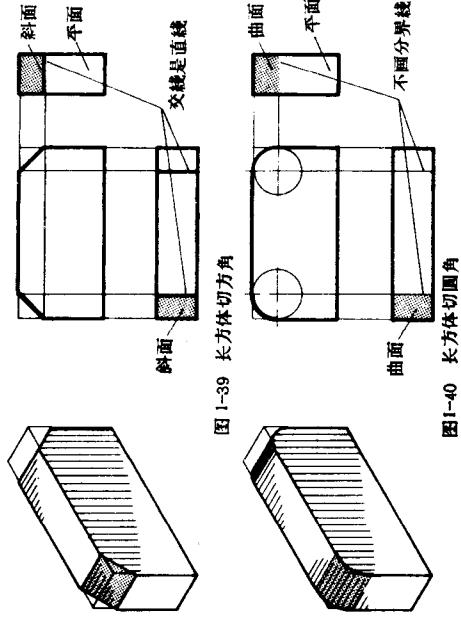

图 1-39 长方体切方角
1) 长方体切方角和圆角：图 1-39 所画的不完整的立体好像是用刀切去长方体上两个角而成的，被切的部分叫做切口。平切口的投影和平面的投影一样，在与切口垂直的投影面上，切口投影（在这里是主视图）是一条直线；在与切口倾斜的投影面上，切口的投影（在这里是左视图和俯视图）是一个线框，这个线框的边，又是切平面与原有表面的交线投影。从图上可以看出，平面与平面相交的交线是直线。图 1-40 所画的不完整基本体像是用半圆凿切去长方体上两个角而成的，在切口垂直于投影面的那个视图上，切口的投影是一段圆弧。由于这段曲线与原来的平面光滑地相交，叫做相切①（如同皮带搭到轮子上一样）。相切的部分，图上不画分界线。